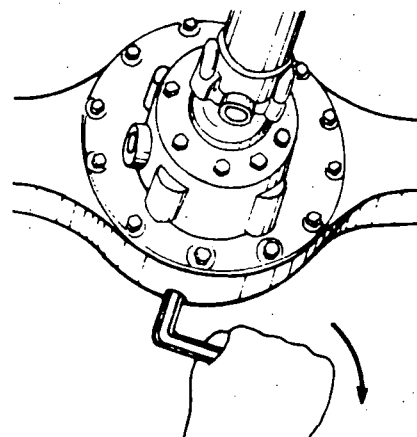

Fig. 1
- 4º passo - *Drene o mecanismo do diferencial (fig. 1).*